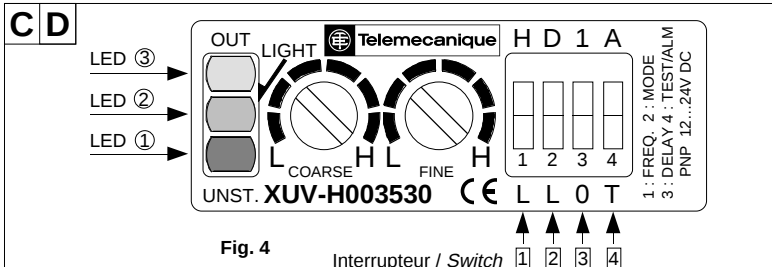

Fig. 4
- L'appareil est équipé de 3 DEL ; 1 jaune ③ pour l'état de sortie, 1 rouge ① et 1 verte ② pour le contrôle du seuil de réception (Fig. 4).
- ① et ② sont reliées à 4 niveaux d'intensité du faisceau reçu :
① + ② (éteintes) PAS DE RECEPTION	① + ② (allumées) NIVEAU FAIBLE	① + ② (allumées) INTENSITE INSTABLE	① + ② (éteintes) NIVEAU CORRECT
- P2 permet éventuellement d'affiner le réglage (fine), voir Fig. 4.